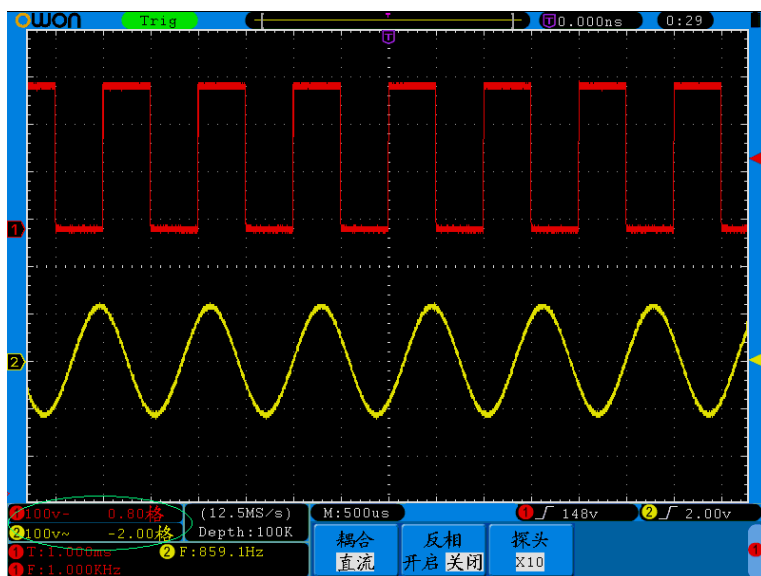

图 5-14：垂直位置信息
3. 调整通道波形的垂直位置时，在屏幕左下角显示垂直位置信息。见图 5-14。